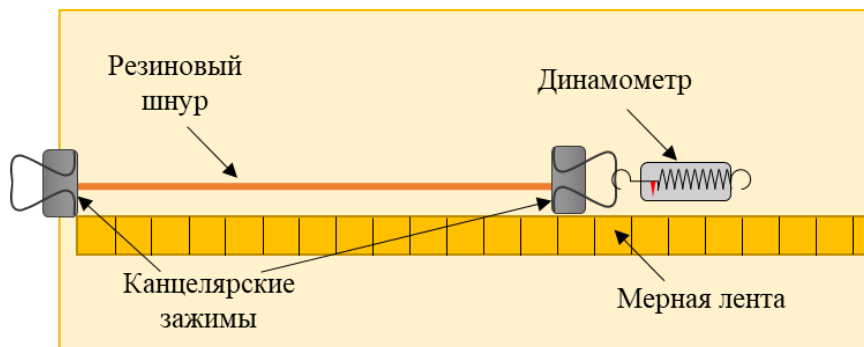

Рис. 1. Установка для измерения растяжения резинового шнура
1. Соберите установку, изображенную на рис. 1. Закрепите мерную ленту скотчем. Снимите зависимость показаний динамометра от координаты конца резинового шнура.